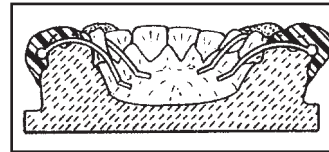

Abb. 1A
1. Drähte, Halteelemente und Retentionsgitter wie gewohnt vorbereiten. Palatinal / lingual zwischen Modell und Halteelementen ca. 0.5mm (0.02") Platz lassen (Abb. 1A). Die Metallteile der Geräte gründlich mit einer Bürste und Methylmethacrylat-Monomer oder Äthylalkohol reinigen. An der Luft trocknen lassen während das Modell vorbereitet wird.